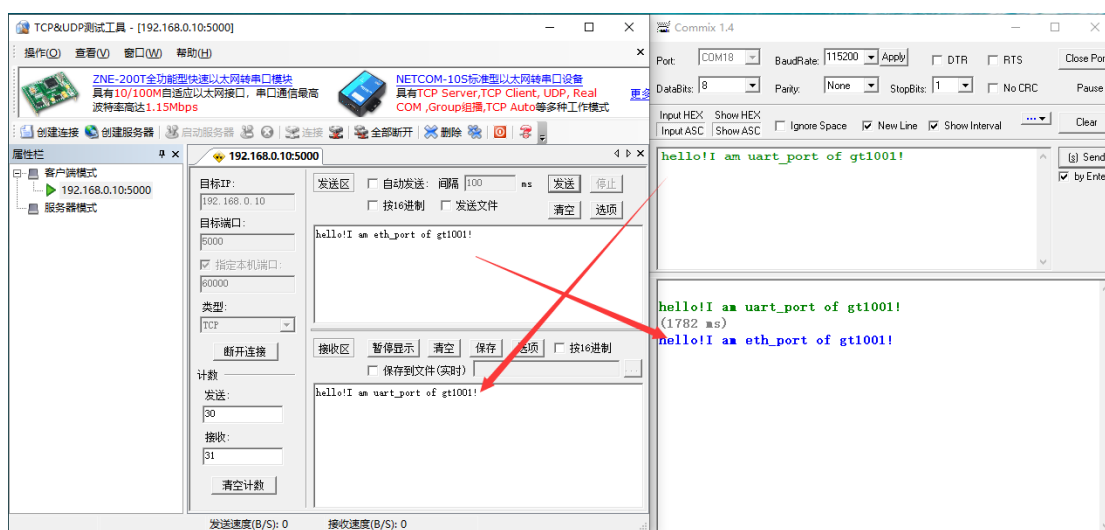

图 6-19 TCP Server 模式通信测试
4) 模块作为服务器主动与电脑建立连接（电脑发出连接请求，点击连接按钮），打开后可直接进行通信，通信界面如图 6-19 所示。